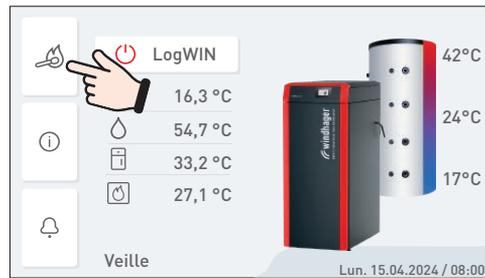
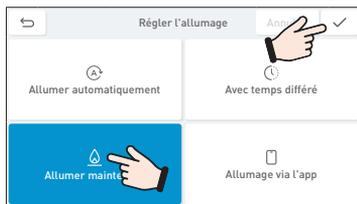

Fig. 12
Fig. 13
Affichage sur l'InfoWIN Touch  – Fig. 12.
► Appuyer sur la touche **Allumage**  (Fig. 12), les options « Allumer automatiquement », « Allumer maintenant », « Avec temps différé » et « Allumage via l'app » s'affichent alors à l'écran – Fig. 13.